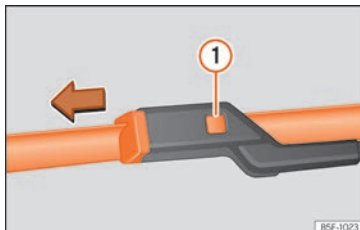

Fig. 39 Cambio de las escobillas del limpiaparabrisas.
- Mantenga presionada la tecla de desbloqueo » » » **fig. 39** ❶ tirando ligeramente de la escobilla en el sentido de la flecha.